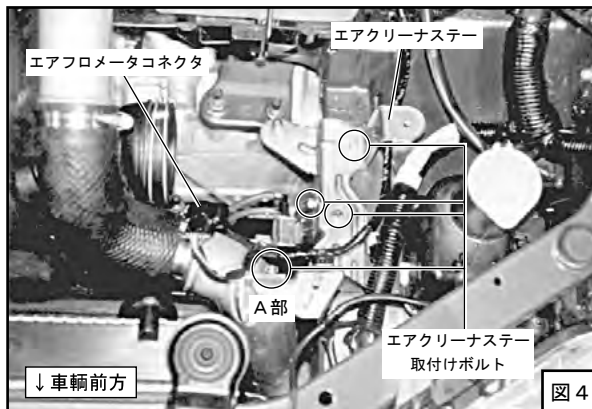

図4
- (7) エアクリーナステーを取外してください。（図4、図5）